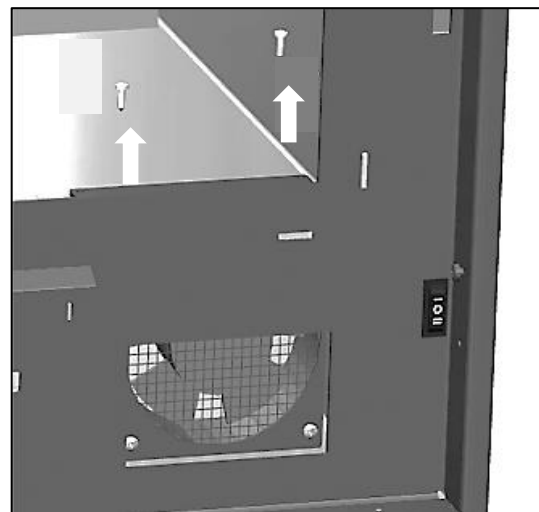
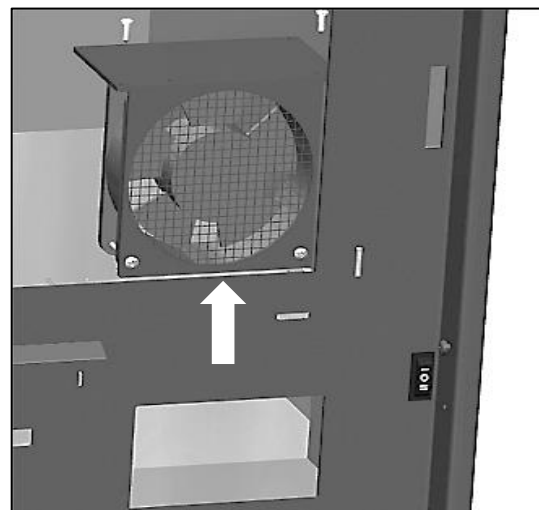

FIG. 4
FIG. 5
2. Desapertar os 2 parafusos superiores que sujeitam o conjunto ventilador e sacá-lo do seu alojamento puxando suavemente para cima (Fig. 4 e Fig. 5).